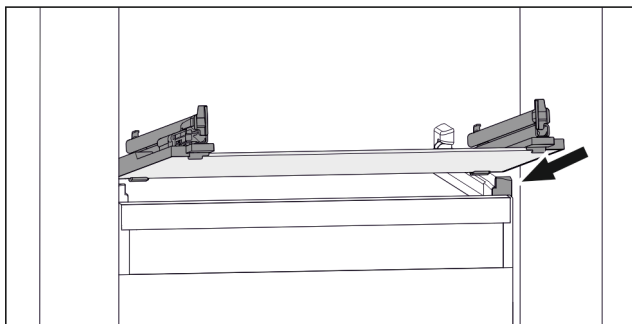

Fig. 42 Příklad znázornění skleněné desky
- ▶ Nasadte skleněnou desku šikmo za zarážku. (viz Fig. 42)